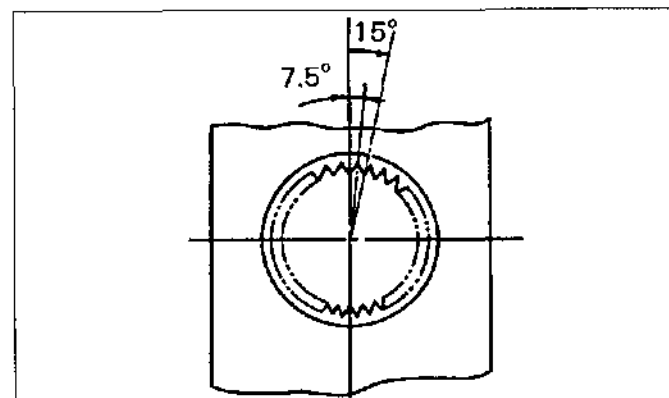

Figura.14-57 Parte aserrada de la palanca de ajuste
(Vea la figura.14-57)
1) Una parte aserrada de (15°) está presente en la palanca superior. (Vea la figura.14-57)